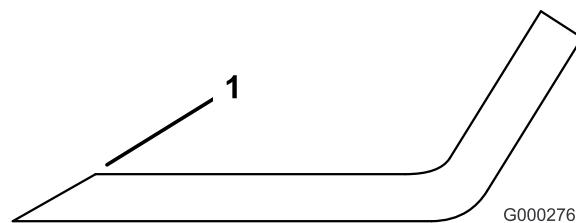

Bild 73
1. Schärfen Sie die Schnittkanten an beiden Enden des Messers (Bild 73). Behalten Sie den ursprünglichen Winkel bei. Das Schnittmesser behält seine Auswuchtung bei, wenn von beiden Schnittkanten die gleiche Materialmenge entfernt wird.